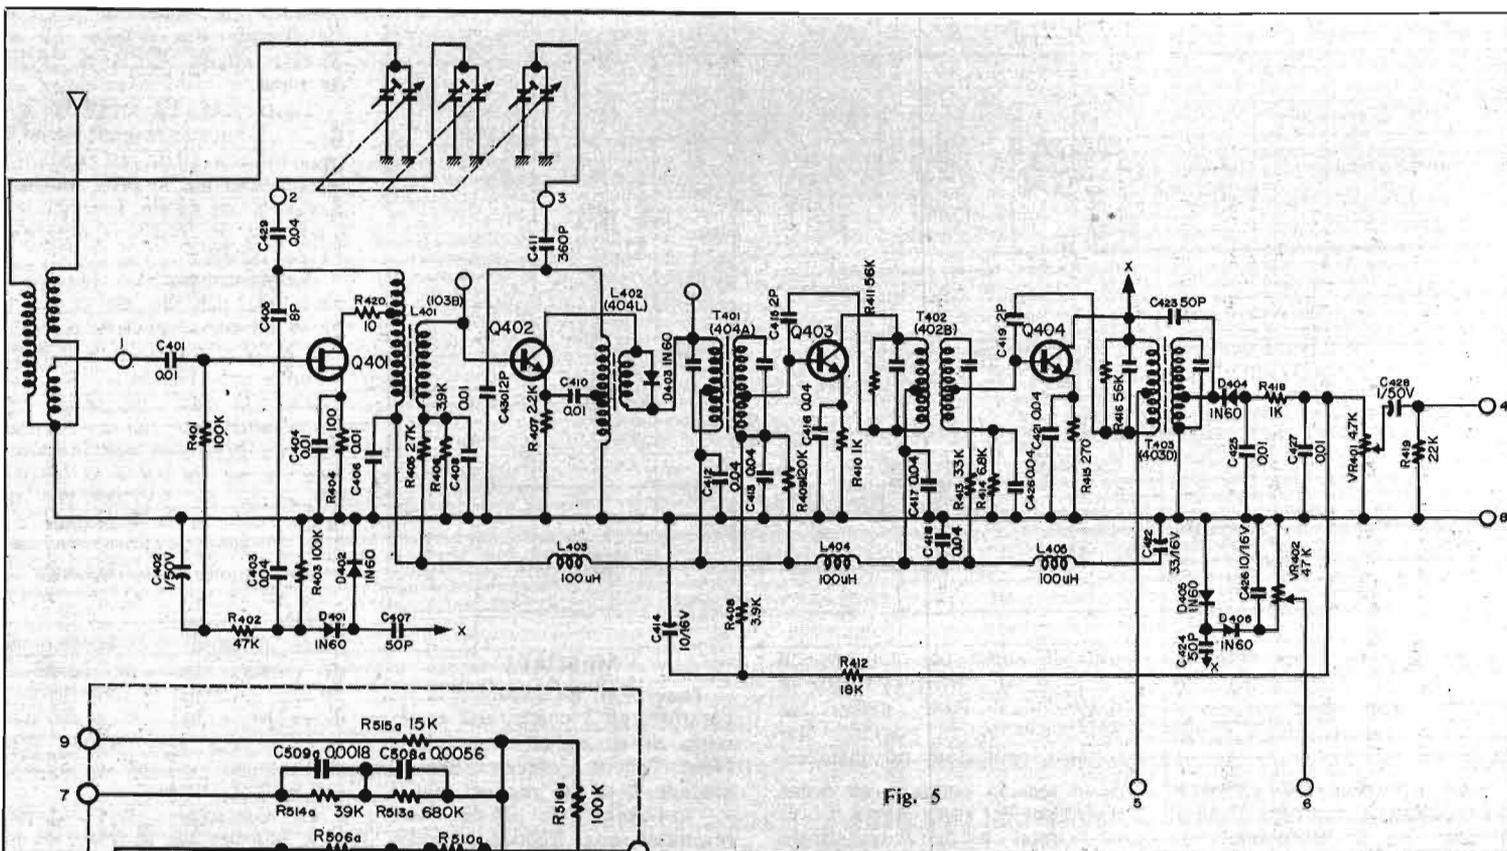

Fig. 5
**Tuner AM (Fig. 5).** Les circuits HF comportent un amplificateur accordé suivi d'un changeur de fréquence. L'amplification FI est assurée par deux étages, suivie d'une classique détection.